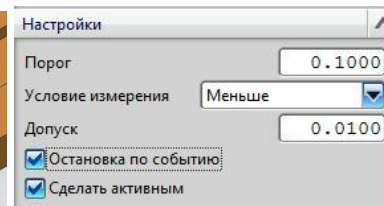

рис.47
- Нужно сказать, что данное средство позволяет остановить анимацию механизма по достижению измеряемой величины некоторого “порогового” значения. Для этого в диалоговом окне рис. 47 присутствуют поля *Порог* и *Условия измерения*. Попробуйте самостоятельно выполнить подобную остановку.
- В нижней части диалогового окна *Измерения* следует также включить переключатели **Остановка по событию** (если вы хотите использовать механизм порогового значения) и **Сделать активным** (рис.47).